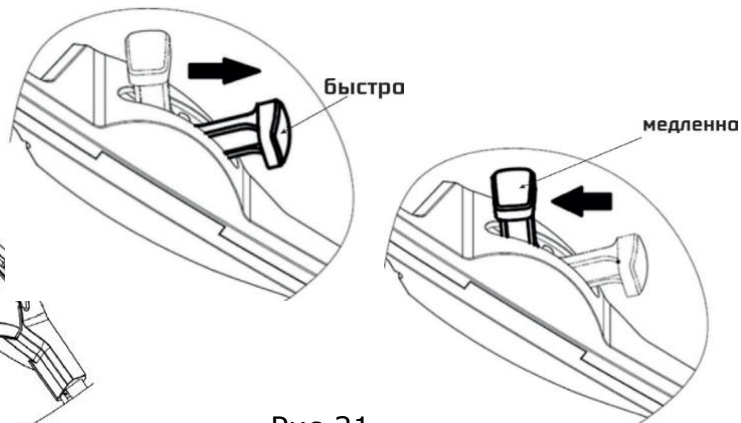

Рис.21.
1. Переместите рычаг дроссельной заслонки в положение «медленно». Рис.21.